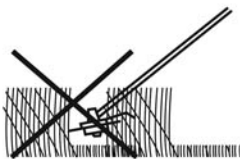
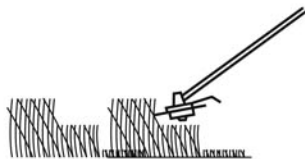

Fig. 27
Fig. 28
- > Nu încercați să tăiați iarba înaltă dintr-o singură trecere: lucrați întotdeauna în trepte (Fig. 27). Astfel, veți obține mereu rezultate mai bune (Fig. 28).